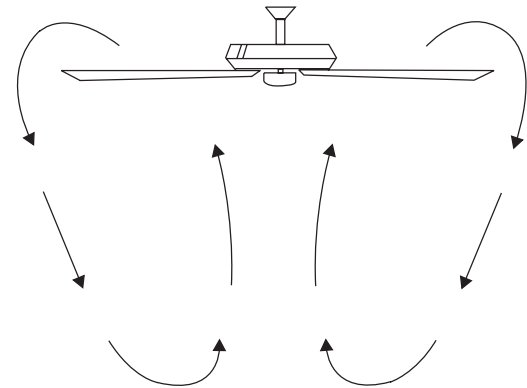

Fig. 33
**Fonctionnement par temps frais :** Inverser (sens horaire). Un flux d'air ascendant évacue l'air chaud des zones du plafond (Fig. 33). Cela vous permet de régler votre unité de chauffage sur un réglage plus froid sans affecter votre confort général.